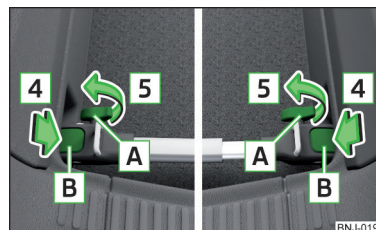

Fig. 111
- Împingeți suporturile **B** » fig. 111 în sensul săgeții **4** până la fixarea cu un declic.